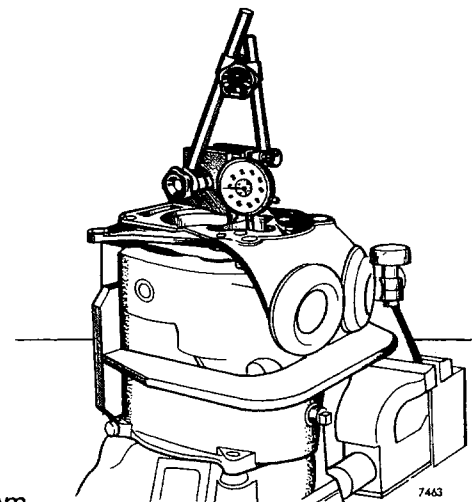

Fig 07-17. Kontroll av axialspelet
5. Mät och schimsa mellanaxeln till ett axiellt spel av 0,08–0,12 mm enligt fig 07-17.